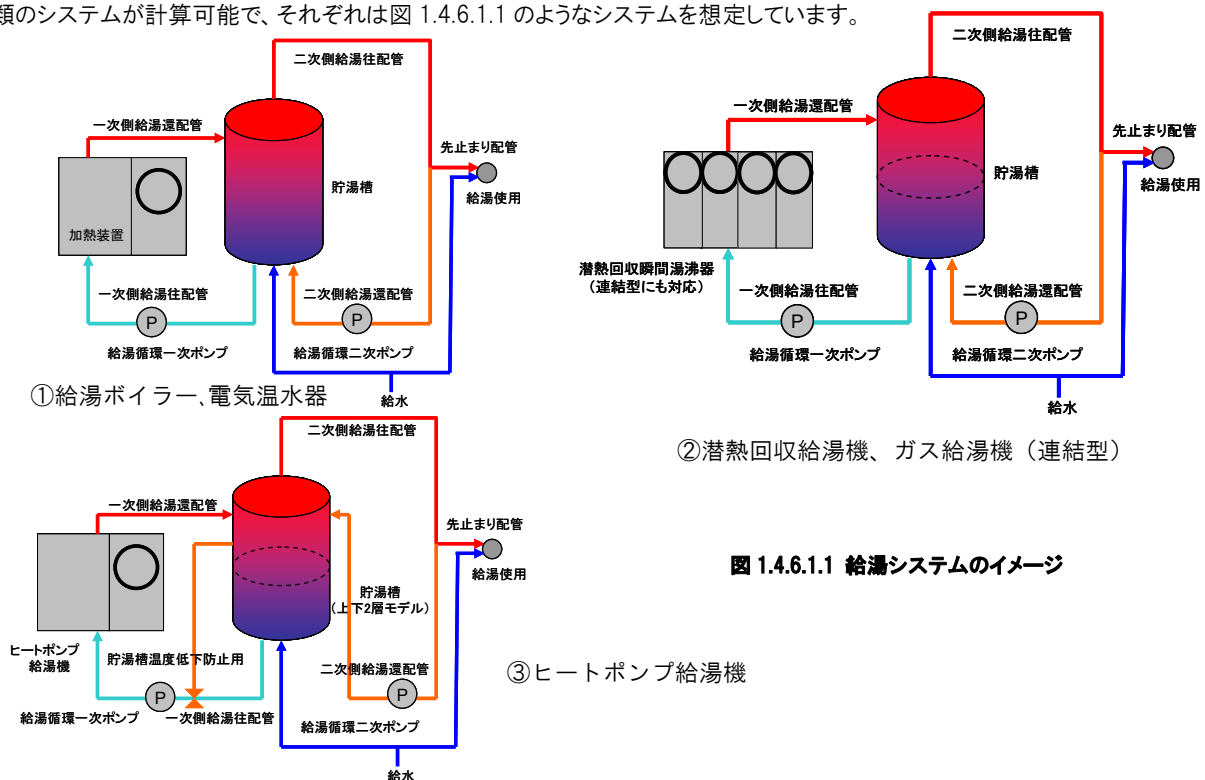

図 1.4.6.1.1 給湯システムのイメージ
(1) 給湯使用量の計算
① 給湯使用量は建物の給湯原単位[L/人・日もしくはL/m²・日]を入力します。給湯使用量は室面積[m²]×標準人員密度[人/m²]=人員[人]もしくは室面積[m²]に給湯原単位を掛け合わせて自動計算されます。ベース建物の給湯原単位を標準給湯原単位として表示しています。節湯器具を選択することで、標準給湯原単位に規定された比率を乗じた計画給湯原単位が入力されます。また事務室にいる人が会議室も利用する場合には、人員が重複するので、どちらかの室で給湯使用量計算をします。
② 給湯使用湯温は43℃として、循環配管中の給湯栓から出る給湯温度(循環配管による温度降下後)と給水温度によって、給湯負荷と給水負荷を分離して計算しています。給湯エネルギー消費量はこの給湯負荷が給湯配管系内を流れるものとして計算をしています。また負荷変動を考慮した時々刻々の計算を行うため、室用途別時刻別の給湯負荷パターンを設定しています。
③ 節湯器具により計画給湯合計として、給湯使用量の合計値が自動的に算出されます。
(2) 給湯機器の入力
① 給湯機器の入力で、一管式個別給湯方式か、二管式中央給湯方式を行追加により選択します。
② 追加された各行で、給湯機器を選択します。
③ 一管式では一つの室に複数の給湯機器を設定することができます。
④ 選択出来る給湯機器は、一管式では「電気温水機」「電気瞬間式給湯機」「ガス貯湯式給湯機」「ガス瞬間式給湯機」「ヒートポンプ給湯機」「潜熱回収給湯機」、二管式では「給湯ボイラー」「電気温水器」「ヒートポンプ給湯機」「潜熱回収給湯機(連結型)」「ガス給湯機(連結型)」です。⑤ 入力項目において、設計図書に記載の定格加熱能力と消費電力、燃料消費量を入力します。定格 COP(熱源機器効率)は参考値として表示されます。
(3) 給湯システムイメージ
二管式中央給湯方式では、①給湯ボイラー、電気温水器、②潜熱回収型給湯機、ガス給湯機(連結型)③ヒートポンプ式給湯機の3種類のシステムが計算可能で、それぞれは図 1.4.6.1.1 のようなシステムを想定しています。